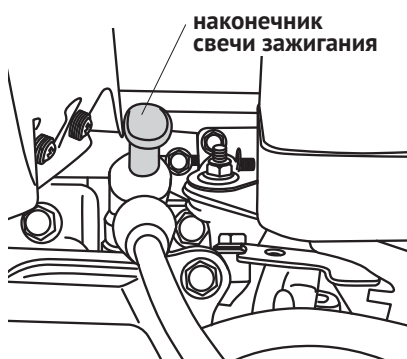

Рис. 15
1. Снимите наконечник (рис. 15) и удалите грязь с основания свечи зажигания и прилегающих поверхностей.